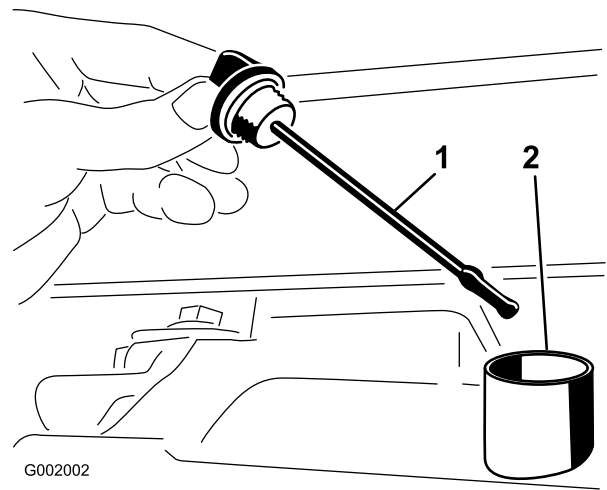

Bild 37
2. Nehmen Sie den Peilstab der Hinterachse heraus und wischen Sie ihn mit einem sauberen Lappen ab (Bild 37).